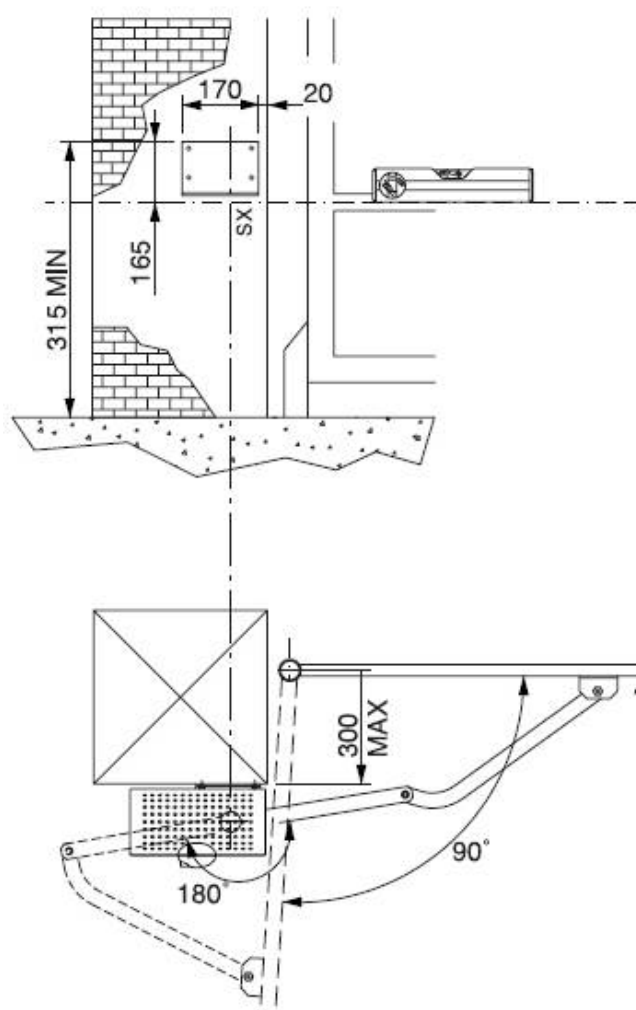
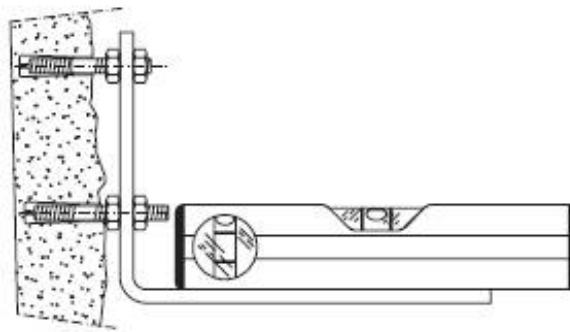

рис.2
рис.4
- Структура полотна ворот прочная и жесткая. Положения крепления должны выбираться соответственно структуре створки. В любом случае, кривые рычаги должны иметь точкой приложения усилия силовую конструкцию полотна ворот (рис.2).
## 5. Крепление монтажной пластины (рис.2).
После определения места крепления на створке, при закрытых воротах, проведите воображаемую линию до столба (рис. 2). Расположите кронштейн, соблюдая размеры рис. 2 для открывания на 90 гр. или рис. 3 для открывания больше 90 гр. до 125 гр. максимально. Положение крепления кронштейна должно быть параллельно и в плоскости полотна ворот. Используйте крепеж, винты или болты, подходящие для крепления в материал столба. Если поверхность столба неровная, используйте призонные болты, чтобы иметь возможность выровнять пластину параллельно створке (рис. 4).